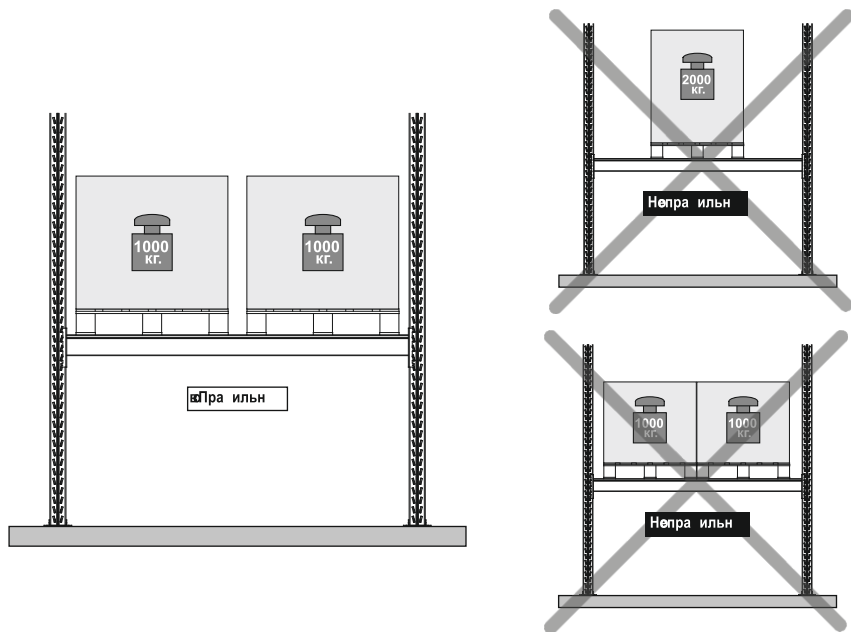

Рисунок 5 - Концентрация нагрузки
- Общая нагрузка на пару балок, образующих ярус хранения стеллажа, должна быть равномерно распределена. В случае изменения массы груза или смещения поддонов по отношению друг к другу происходит концентрация нагрузки в центральной части балок, что недопустимо (рис. 5);